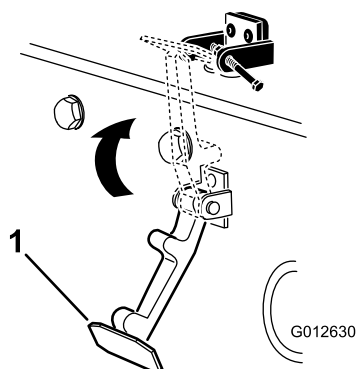

Figura 7
7. Agganciate il fermo sulla relativa staffa (**Figura 7**).